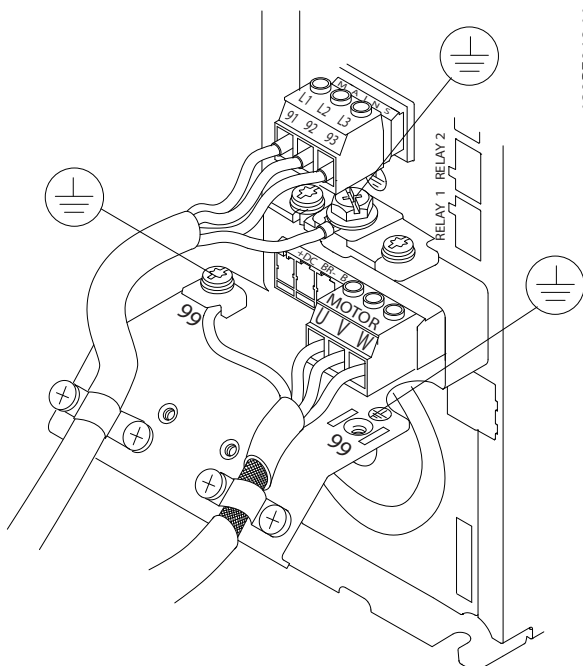

Bild 4.7 Exempel på kabeldragning för motor, nät och jordning
Bild 4.7 visar nätingång, motor och jordning för frekvensomriktare av standardtyp. Den verkliga konfigurationen kan variera beroende på enhetstyp och tillvalsutrustning.
1. Anslut växelströmsledningarna (trefas) till plint L1, L2 och L3 (se Bild 4.7).